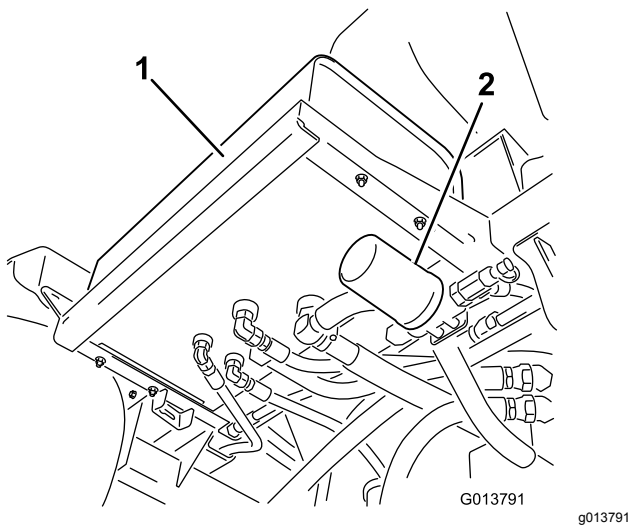
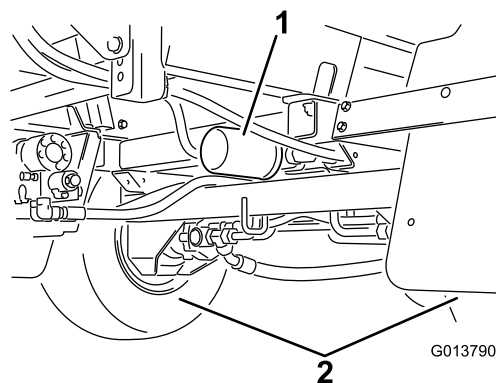

Figura 96
Figura 97
2. Individuate i 2 filtri idraulici sulla macchina (Figura 96 e Figura 97).